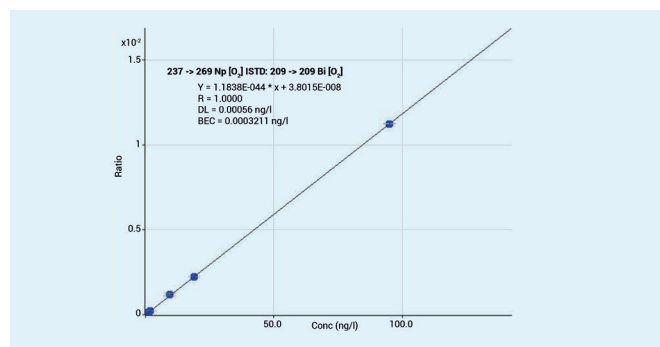

図 1. ^{237}Np の検量線 (10 ppm のウランマトリックス中で NpO_2 として測定)
図 1 に、U マトリックス中の濃度が ng/L レベルの ^{237}Np の検量線を示します。検量線の相関係数は 1.0000、検出下限 (DL) は 0.56 pg/L (ppq)、バックグラウンド相当濃度 (BEC) は 0.32 pg/L でした。この結果から、8900 ICP-QQQ がウラン存在下での超微量放射性核種の分析に適していることが実証されました。